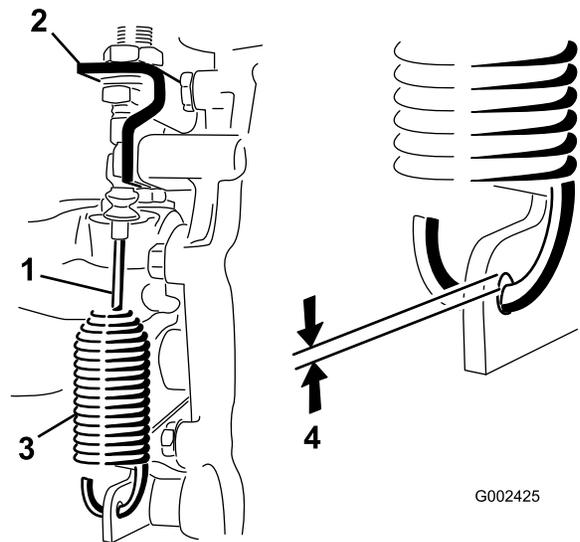

Bild 47
2. Lösen Sie die Klemmmuttern, mit denen das Differenzialsperrkabel am Getriebe befestigt ist (Bild 47).